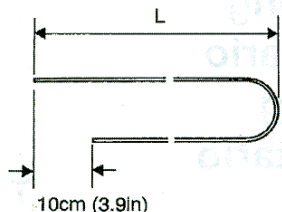

Fig. 2-3
3. Falten Sie die neue Nylonschnur halbungleichmäßig, wie es im Bild (Fig. 2-3) gezeigt wurde.